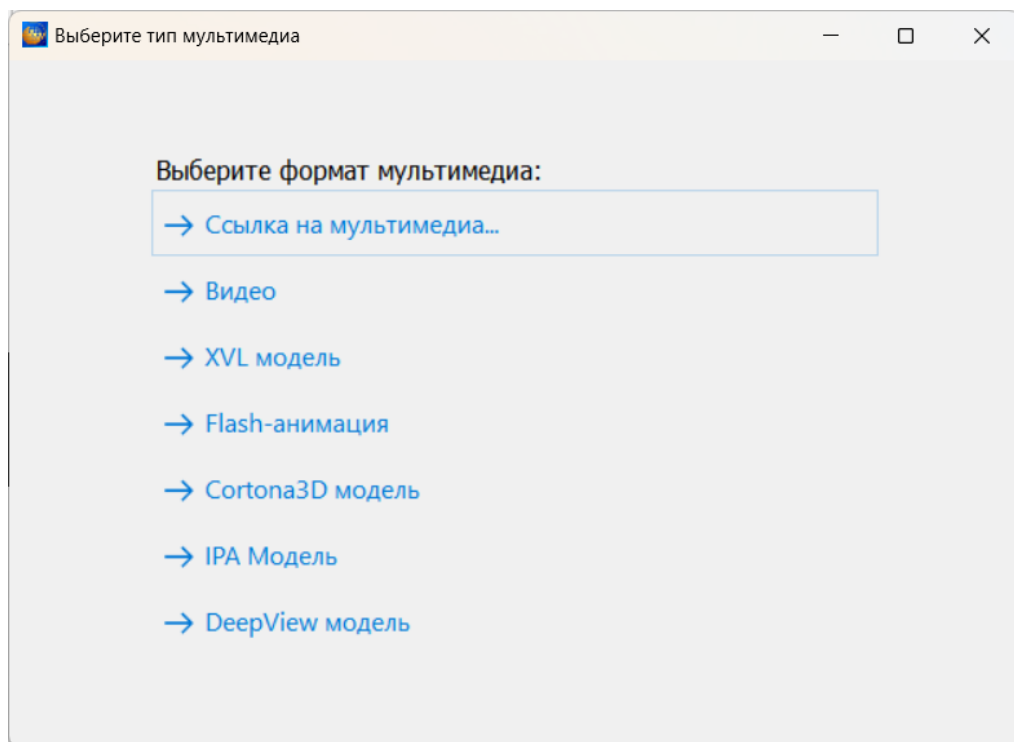
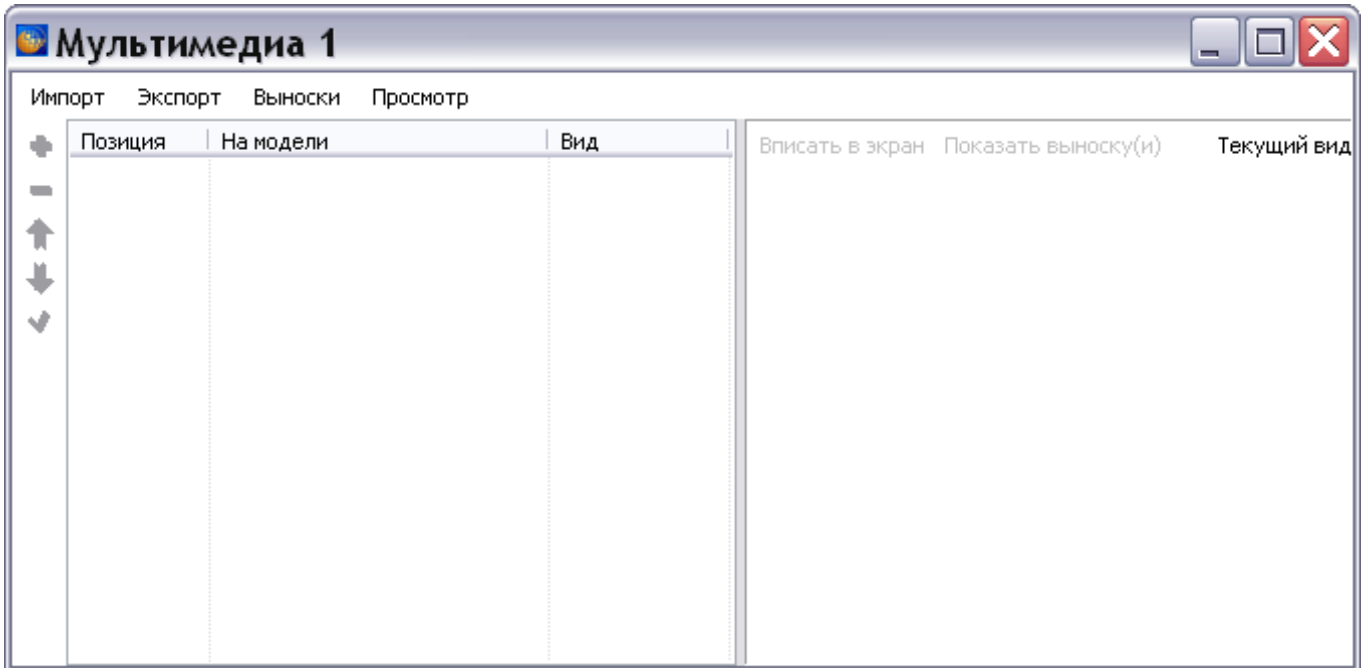

Рисунок 596
Рисунок 597
4) Выберите тип мультимедиа (рисунок 596). В примере описана вставка XVL модели (рисунок 597). На компьютере должен быть установлен Lattice 3D Player.